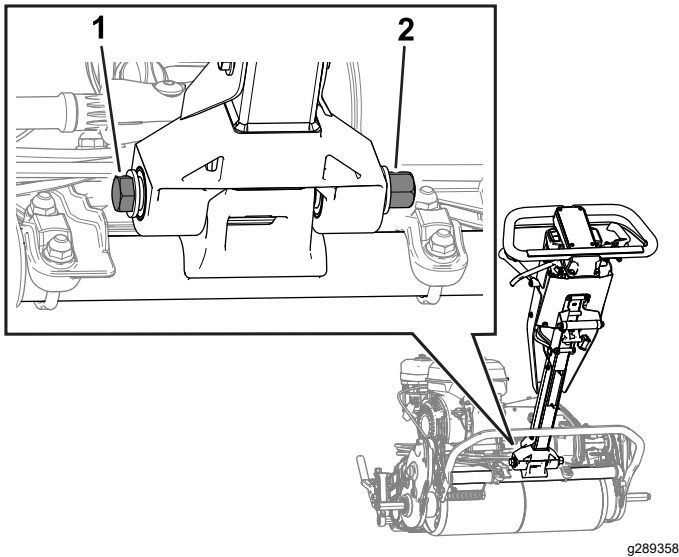

Рисунок 43
- Ослабьте затяжку болта и гайки, как показано на Рисунок 43.